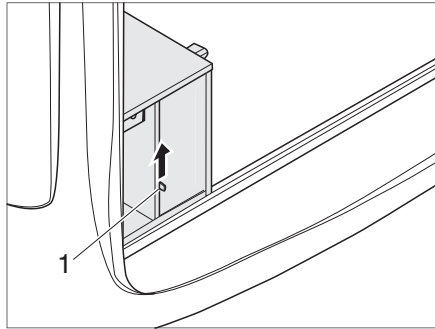

Fig. 73 Bloqueo de la extracción de la cocina de gas
- ▶ Mover hacia arriba el bloqueo (Fig. 73,1).